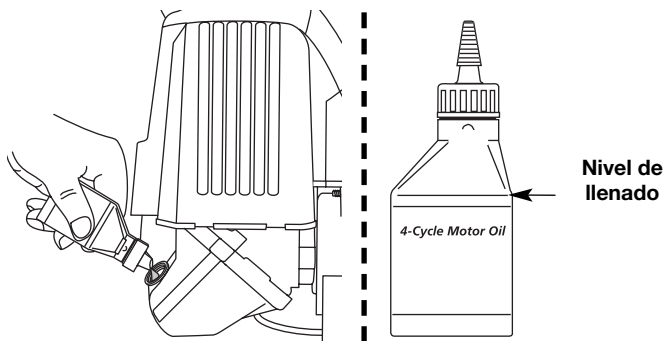

Fig. 25
- NOTA:** Use la botella y la boquilla que guardó del uso inicial para medir la cantidad correcta. El nivel de 90 ml (3,04 onzas) está aproximadamente en la parte superior de la etiqueta de la botella (Fig. 25). Mida el nivel con la varilla de medición. Si el nivel está bajo, agregue una pequeña cantidad de aceite y vuelva a medir (Fig. 25). No lo llene demasiado.